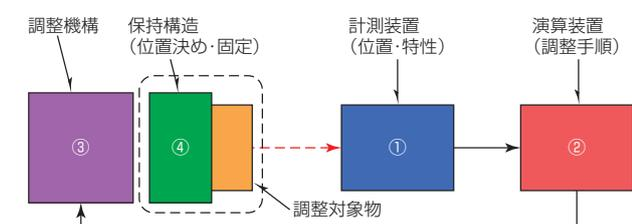

図1. 調芯の要素とフロー
当社の製品群のうち、レーザ・複写機などの光学機器、圧縮機・サーボモータなどの回転機器、衛星用アンテナ・粒子線加速器などの電磁気機器は、光軸・回転軸・電波軸をマイクロメートルオーダーの高精度に組立て調整することで、要求される性能・品質を確保している。この軸の調整組立てを調芯といい、従来、熟練者による手作業で行っていた。近年、製品の高性能化の要求が高まっていることから、一段高いレベルでの精度と生産性が求められている。当社は、図1に示す調芯要素のうち、自動化に適した①計測技術、②調整アルゴリズム、③高精度の調整機構・プロセス、④調整位置からのずれを抑える固定技術を、複数製品に共通する基盤技術として確立した。ばらつきを含め従来技術・熟練ス